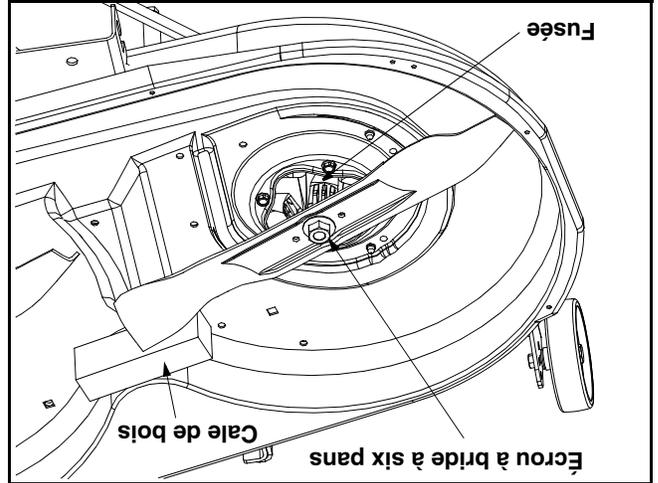

Figure 20
- Placez une cale de bois entre le déflecteur au milieu du plateau et la lame. Voir la Figure 20.
- Utilisez une clé de 15/16 po pour retirer l'écrou à bride à six pans qui maintient la lame. Voir la Figure 20.